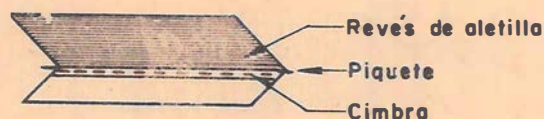

Fig. 1
- 1 - Se cose la cimbra al revés y al lado más angosto de la aletilla a partir de los piquetes. ( Fig. 1 )